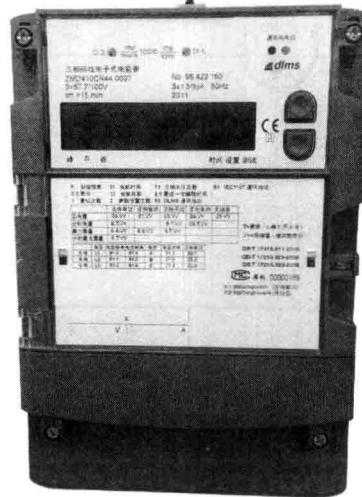

图 2 多功能电子表示意图 (二)
1) 进口表。有一种进口表两个键分别是上翻键和下翻键，连续按两次下翻键，在 SET-DATA 下，再长按下翻键 3~5s。直到出现 F000000 时松开，然后按下翻键进入抄表状态，逐次对照示数代码抄到相应内容，按键时有长按和短按之分，长按只抄本月数据，短按能抄表计储存的所有数据。表计示意图如图 2 所示。